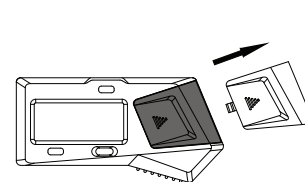

Abb. 1
- Entfernen Sie die Batterieabdeckung (Abb. 1).